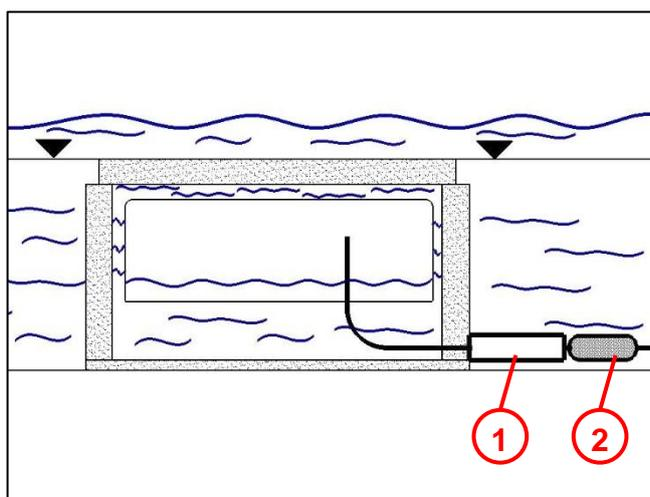

Fig. 2
Afin de parer à l'« effet de prise d'air » en cas d'inondations, il convient d'étanchéifier les câbles ou conduites d'alimentation et de sortie (4), (voir Fig. 2).